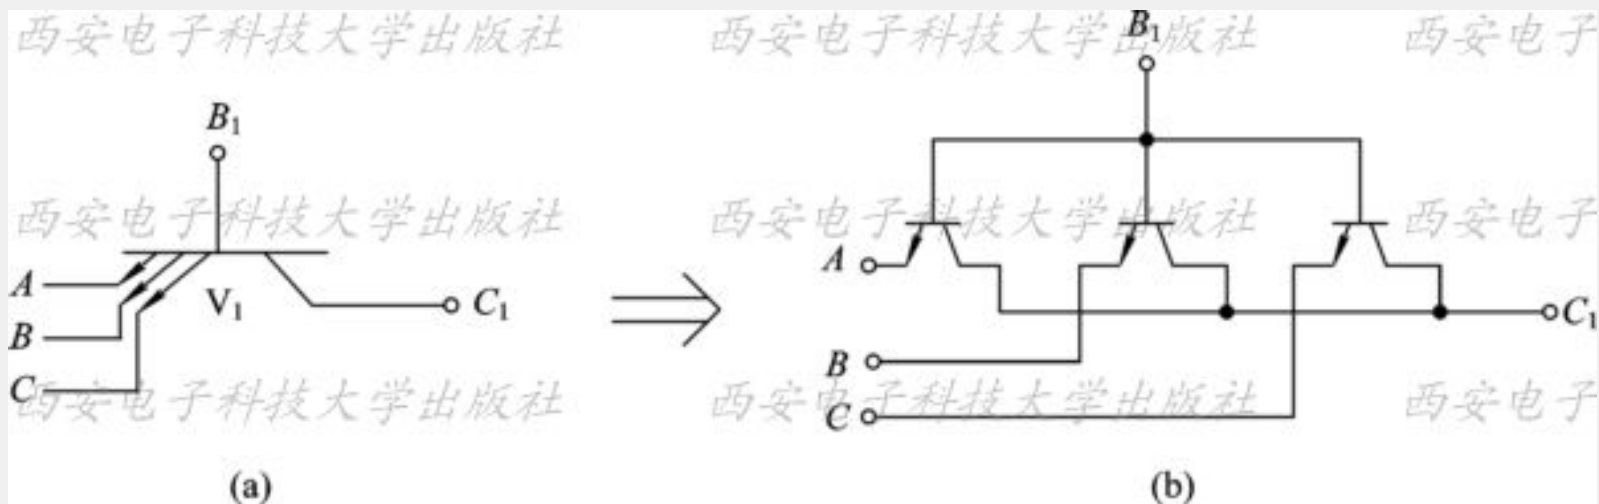

图7.2 多发射极三极管等效电路
(1) 输入级。输入级由多发射极三极管 V_1 和电阻 R_1 组成，其作用是对输入变量 A 、 B 、 C 完成“与”逻辑功能。从逻辑功能上看，图7.2 (a) 所示的多发射极三极管可以等效为图7.2 (b) 所示的形式。
(2) 中间级。中间级由 V_2 、 R_2 和 R_3 组成。  V_2 的集电极和发射极输出两个相位相反的信号，作为 V_3 和 V_5 的驱动信号。
(3) 输出级。输出级由 V_3 、 V_4 、 V_5 和 R_4 、 R_5 组成，这种电路形式称为推拉式电路。